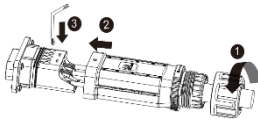
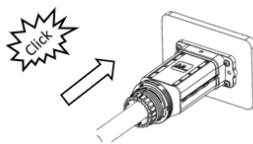

Fig. 11: Conectar os fios
Fig. 12: Colocar a cobertura
- 1 Passar o cabo configurado pela porca e cobertura (Fig. 11 Pos. 1 e 2) e fixá-lo de acordo com a sequência dos cabos no suporte de contacto (Fig. 11/Pos. 3) com a chave Allen fornecida [A_3 / m 4,0 Nm].
- 2 Puxar a cobertura (Fig. 11. Pos 3) por cima do conector até que o orifício na cobertura esteja visível (Fig. 12).